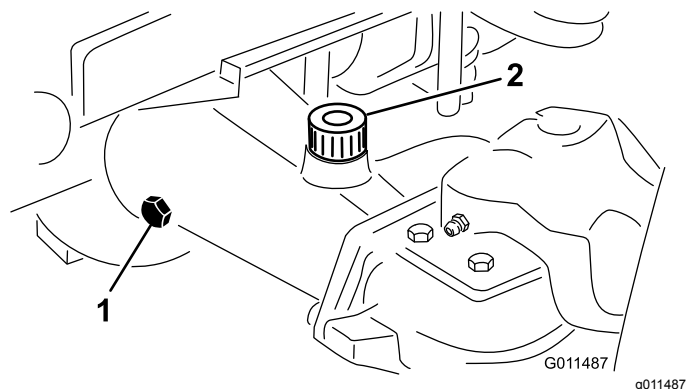

Figura 18
- Retire un tapón de verificación de un extremo del eje y asegúrese de que el lubricante llega al borde inferior del orificio (**Figura 18**).